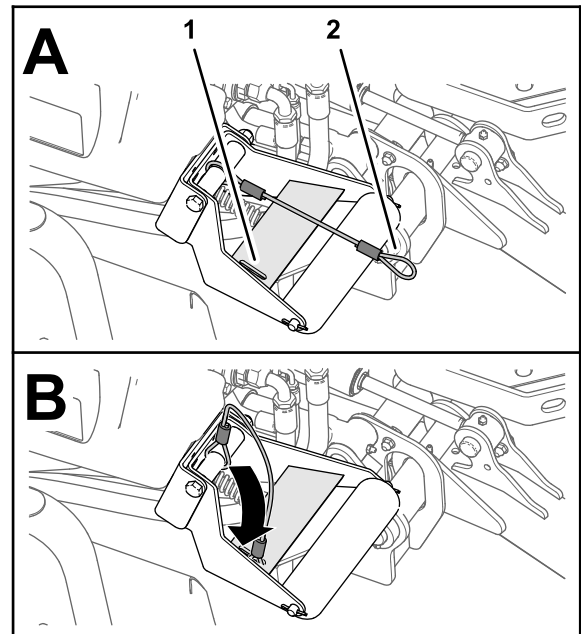

Bild 27
4. Schieben Sie die Schleife der Verbindungsleine bei abgesenkten Mähwerken in den Schlitz in der Verstärkungsplatte der Rollenstütze (Bild 27).